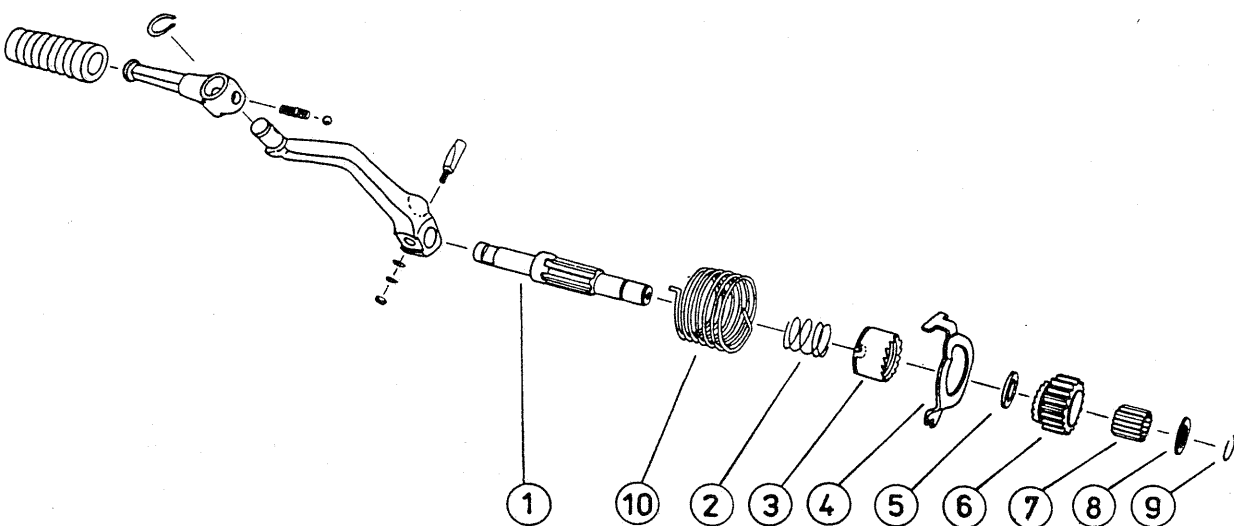
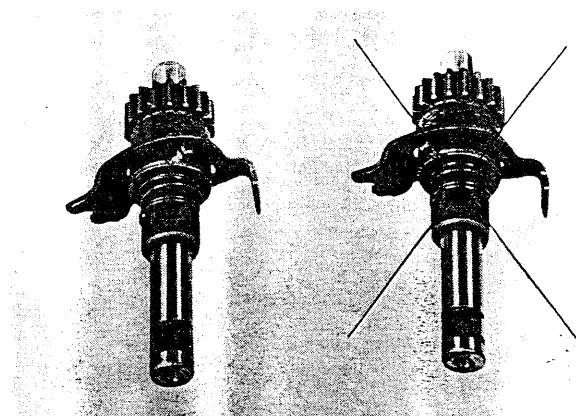

Fig. 275. Pièces détachées du système de kickstarter
Fig. 276. Montage correct du disque récepteur (à gauche)
Monter l'arbre de kickstarter en observant l'ordre numérique indiqué à la fig. 275. Fixer le disque récepteur (3) de la façon indiquée à la fig. 276, à gauche. La partie droite de la fig. 276 montre un arbre de kickstarter dont le montage est faux.